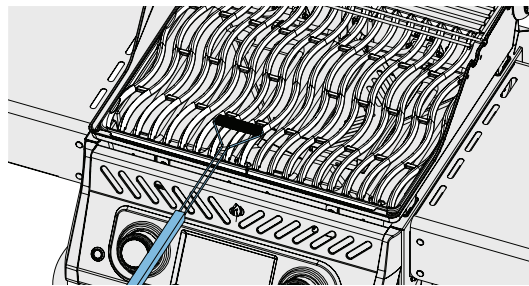

Рис. 4
- Решітки з нержавіючої сталі можна чистити, попередньо розігрівши гриль і використовуючи дрітвяну щітку для видалення залишків жиру. (Рис. 4)